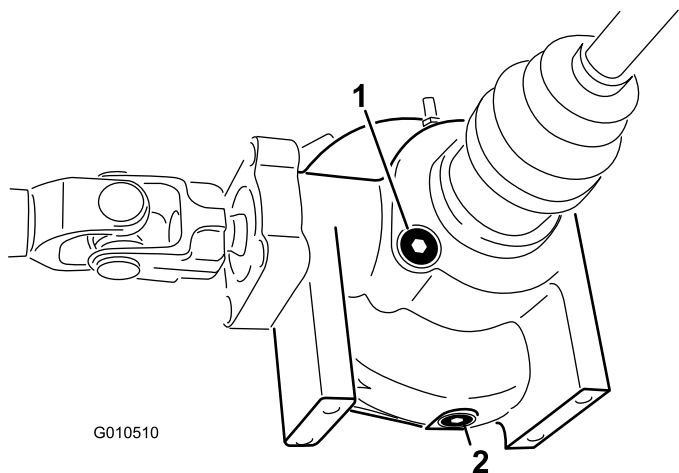

Figure 43
4. Nettoyez la surface autour du bouchon de remplissage/contrôle sur le côté du différentiel (Figure 43).
4. Nettoyez la surface autour du bouchon de vidange sur le côté du différentiel (Figure 43).